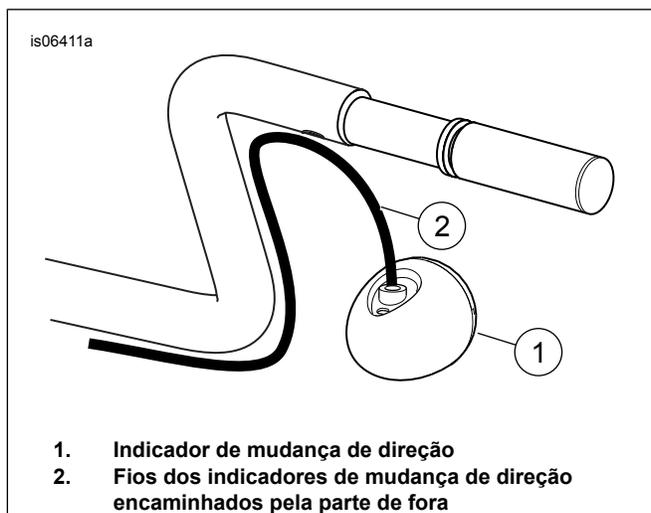

Figura 4. Indicadores de Mudança de Direção Montados no Guiador que Têm de Ser Reposicionados
- 3. Nos modelos SEM indicadores de mudança de direção montados no guiador:** prossiga para o **Passo 9** (depois de Figura 5). **Nos modelos COM indicadores de mudança de direção montados no guiador:** caso tenha conseguido fazer passar os cabos originais dos indicadores de mudança de direção **através** das caixas do interruptor e introduzi-los no guiador através da abertura grande (J), prossiga para o **Passo 4** (depois de Figura 4). No caso de os fios dos indicadores de mudança de direção terem sido **encaminhados por fora**, os indicadores de mudança de direção terão de ser reposicionados fora do guiador. Reposicione-os nesse preciso momento, seguindo as instruções fornecidas no kit de reposicionamento adequado.